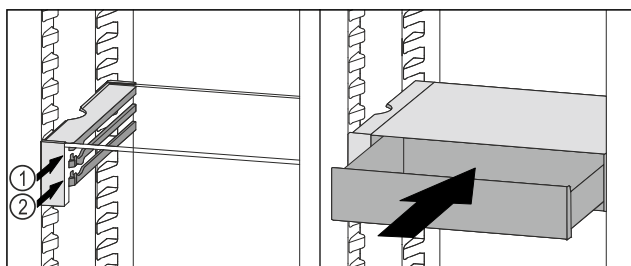

Fig. 197
- Așezați sertarul VarioSafe în spatele opritoarelor pe nervura dorită Fig. 197 (1) sau Fig. 197 (2).